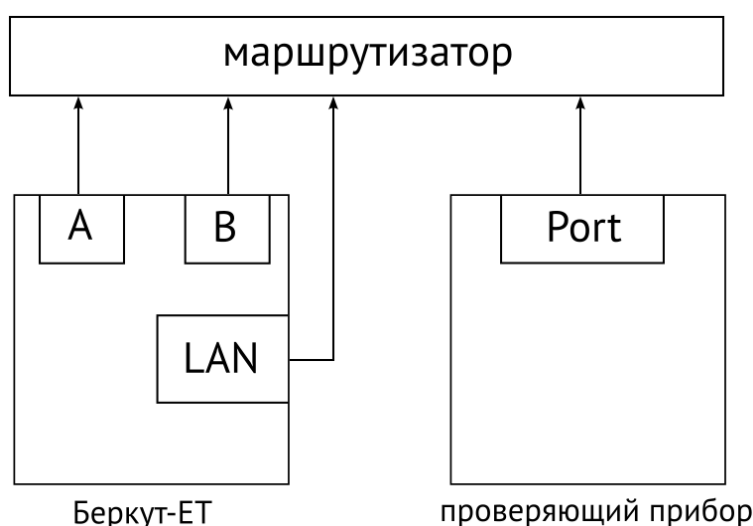

Рисунок 26.1. Схема подключения приборов для проверки выполнения требований по количеству переданной (принятой) информации
- 1.2. Подключить порты А, В и LAN Беркут-ЕТ к маршрутизатору (см. рис. 26.1).
- 1.4. Подключить прибор, с помощью которого выполняется проверка (далее по тексту – проверяющий прибор), к маршрутизатору (см. рис. 26.1).
Примечание. На рис. 26.1 приведена общая схема подключения Беркут-ЕТ без учета особенностей подключения проверяющего прибора.